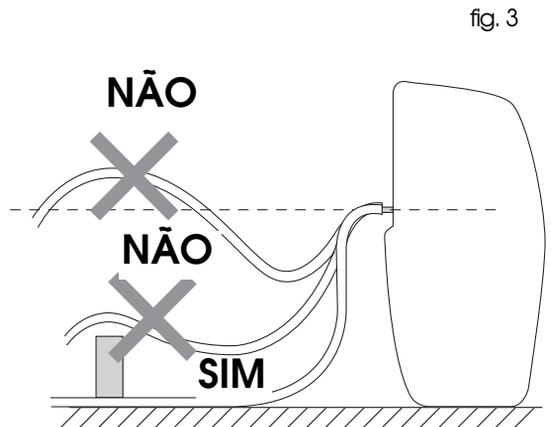

fig. 3
- 3) Certifique-se de que o tubo não tem de superar desníveis superiores à altura do bico. Caso contrário, a água permanecerá no reservatório; certifique-se ainda de que o tubo não está torcido (Fig. 3).